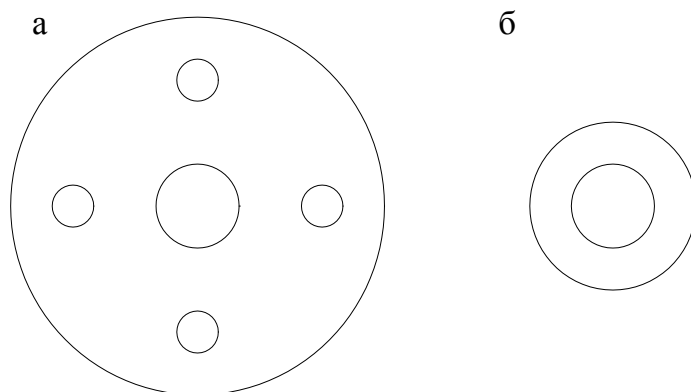

Рис. 5.6
В результате чертеж примет вид, изображенный на рис. 5.6.
Выбрать две окружности верхней части фланца (рис. 5.6, б)
Выбрать нижнюю часть фланца (рис. 5.6, а).
1.2. По аналогии создать трехмерную модель обода верхней части фланца (рис. 5.6, б).
Выбрать верхнюю часть фланца (рис. 5.6, б).